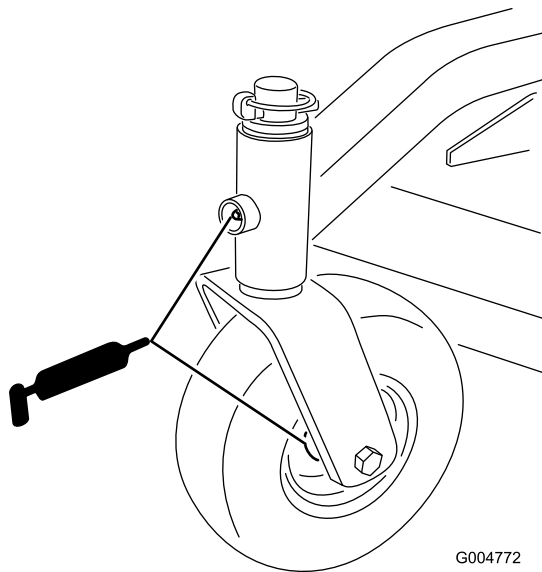

Figure 21
1. Lubrifiez les roulements des roues pivotantes avant ainsi que les pivots avant (Figure 21).
4. Enlevez le chapeau de moyeu de la roue arrière. Graissez le roulement (Figure 21).